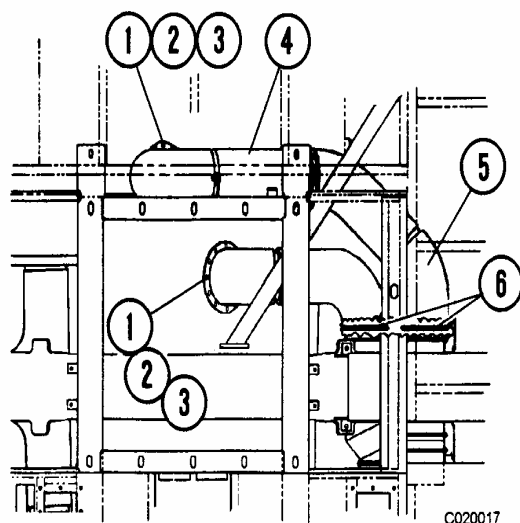

FIGURA 2-4 TUBERÍA DEL ESCAPE DEL MOTOR
9. Retire las abrazaderas del ducto de escape (6, Figura 2-4). Saque los pernos (1), las golillas fijadoras (2) y las tuercas (3) que sujetan las tuberías de escape a la pestaña de salida del turbocargador. Saque los ductos de escape (4 y 5). Cubra la abertura de las salidas de escape del motor.
4. Monte los soportes del ducto de entrada de aire del motor. Vuelva a montar los ductos de entrada entre los turbocargadores y los ductos de salida del depurador de aire (ver Figura 2-3). Asegure firmemente con abrazaderas para asegurarse de que estén realmente selladas. (Consulte las Figuras 2-3 y 2-9 para una correcta instalación y ejemplos de alineación). Monte los ductos de escape (4 y 5 Figura 2-4) en las pestañas de salida del turbocargador y las tuberías en la viga transversal del bastidor.